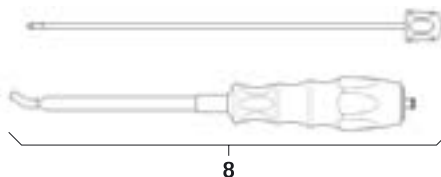

Fig. 3
- Démontage de l'instrument de pose de tige 8, voir Fig. 3: dévisser la partie intérieure.